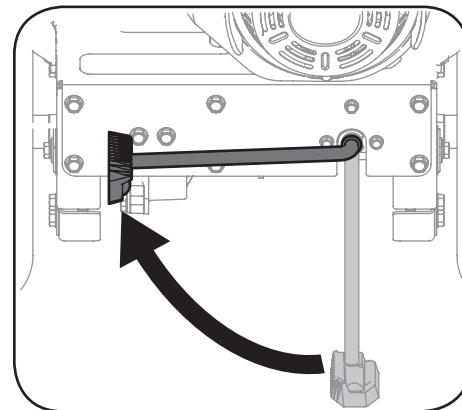

Figura 4-2
1. Haga rodar la base de potencia FLEX™ hasta el escarificador accesorio con la pata de cabra hacia ARRIBA. Vea la Figura 4-2.